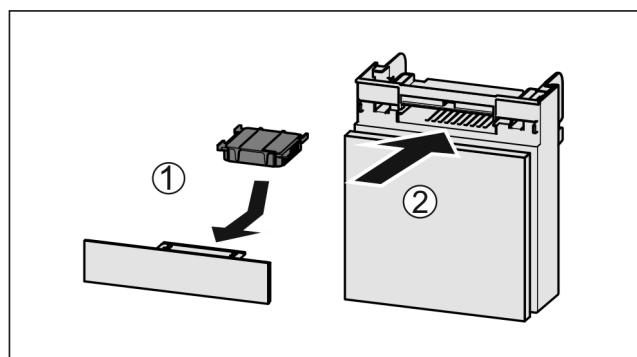

Fig. 32
- ▶ 按图装入 Fig. 32 (1) 活性炭过滤器。
- ▶ 推入 Fig. 32 (2) 抽屉。